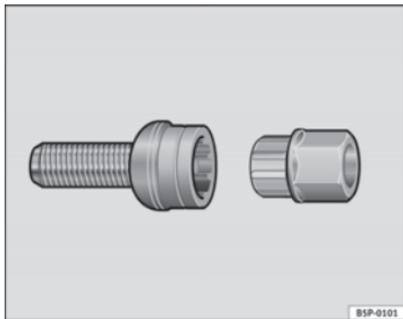

Abb. 160 Diebstahlhemmende Radschrauben
- Setzen Sie den Adapter bis zum Anschlag in die diebstahlhemmende Radschraube ein ⇒ **Abb. 160**.